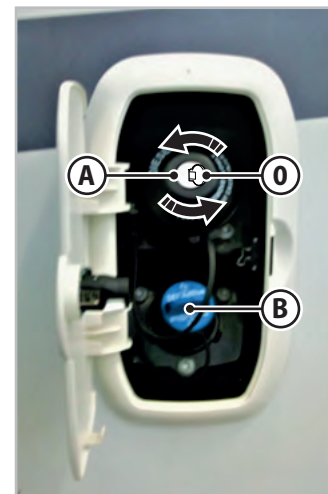
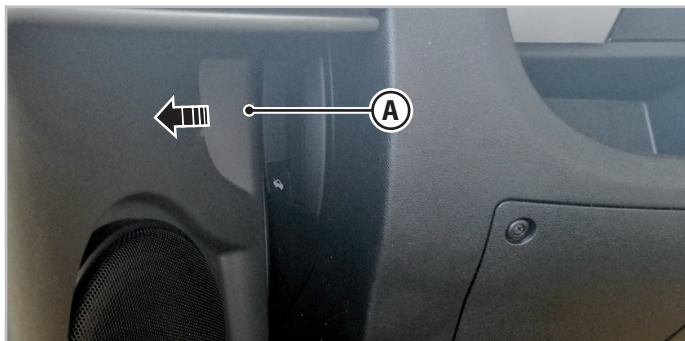

Fig.5.7 - Tampa do depósito de combustível
Fig. 5.8 - Alavanca de abertura do capot do motor - Tipo A
Para abrir a tampa de combustível (Fig.5.7):
Para fechar a tampa do depósito de combustível (Fig.5.7):
Para abrir a tampa (**B** - Fig.5.7) do aditivo AD-BLUE, rodar a tampa no sentido anti-horário e retirá-la. Em seguida, proceder ao reabastecimento. Efetuar a operação inversa para a fechar.
1. Puxar na direção da seta a alavanca **A** (Fig.5.7 e Fig.5.8, varia consoante o modelo de veículo), situada à esquerda da coluna de direção.